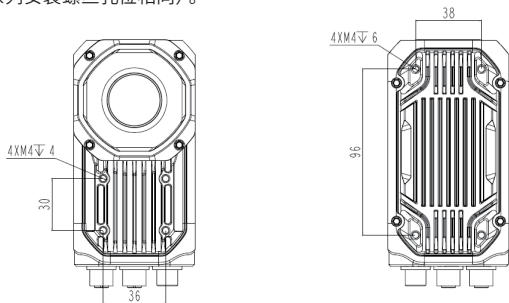
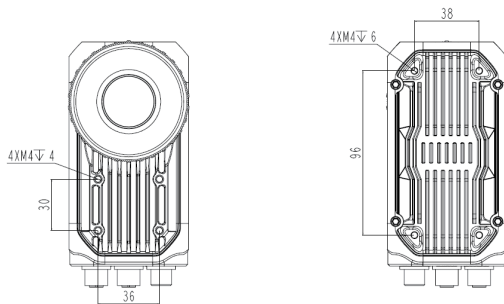

图 2-1 R-5000 系列
图 2-2 R-7000 系列
1. 将设备使用 M4 螺丝安装到固定支架上, 再通过固定支架安装到其他机构件上, 共有两组安装孔位, 如图 2-1 和图 2-2 所示。您可根据实际情况选择安装方式(R-7000/R-5000 系列安装螺丝孔位相同)。